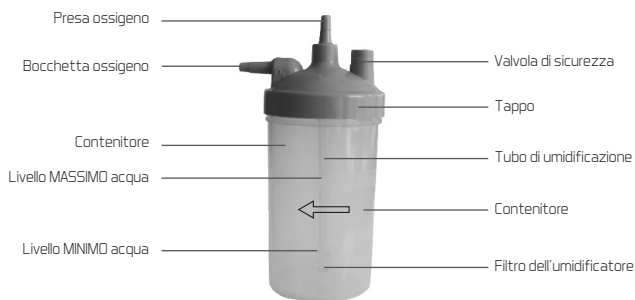

Figura 5: Componenti dell'umidificatore
1. Svitare il contenitore dall'umidificatore in senso orario. Riempire in contenitore con acqua pulita (o acqua distillata) tra il livello MASSIMO o MINIMO. **NON** riempire il contenitore dell'umidificatore oltre il livello MASSIMO (Figura 5).